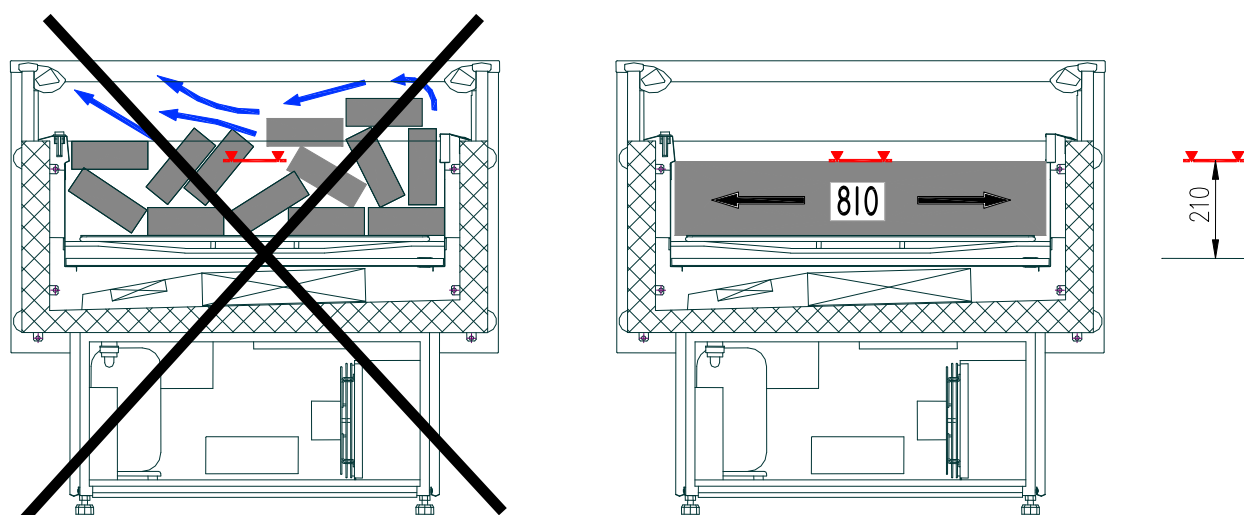

Рис. 5 Загрузка витрины продуктами
- Проверить правильность расположения продуктов в витрине, согласно п. 3.7 и рис. 5